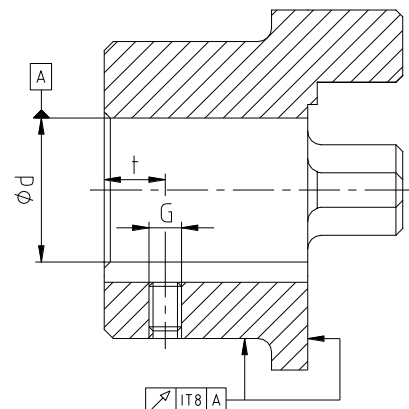

Figura 9: Exactitud de concentricidad y excentricidad
- En la ejecución del agujero del mangón por parte del cliente se debe mantener la exactitud de excentricidad axial y la concentricidad (véase figura 9).